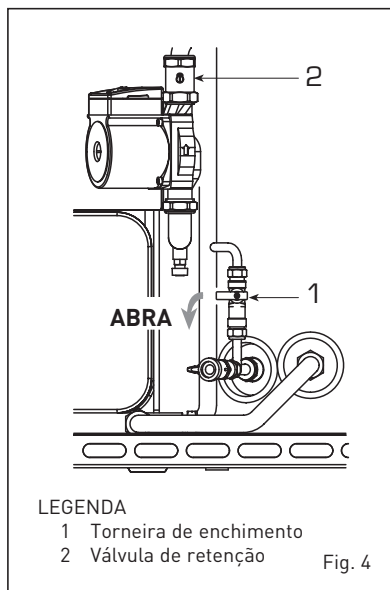

Fig. 4
2.4 ENCHIMENTO DO EQUIPAMENTO (fig. 4)